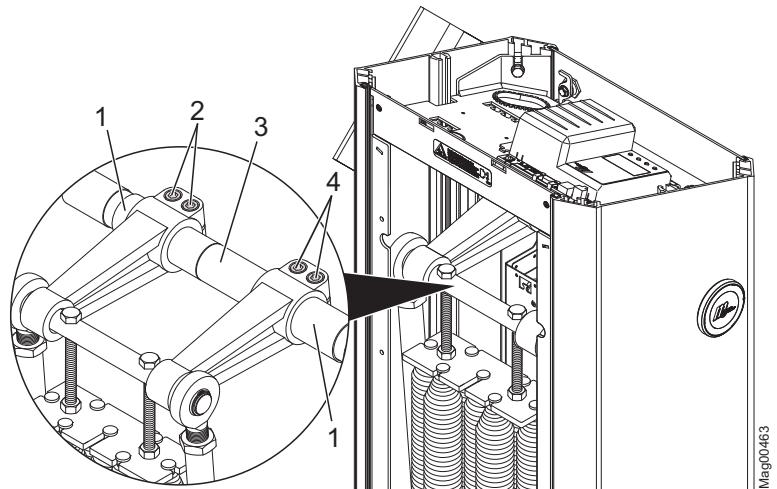

Bild 35: Lossa de inre sexkantbultarna Access XXL
→ Access XXL: Se sida 75, Bild 35.
- Access XXL: Se sida 75, Bild 35.